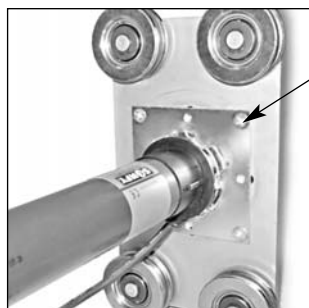
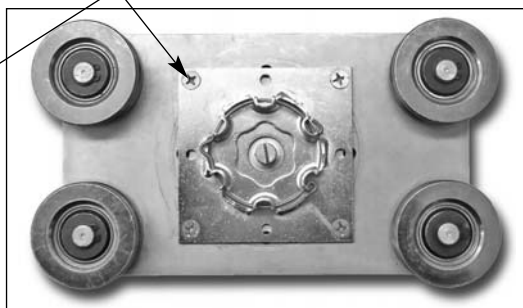

Рис.2.4. Крепление двигателей "Somfy" серий LT 50, LT 60, Altus 50RTS, Altus 60RTS.
Рис.2.5. Установка крепления KMF/60.
- серии LT 50, LT 60, Altus 50RTS и Altus 60RTS (рис.2.4) устанавливаются на крепление KMF/60. Крепление монтируется на каретке при помощи четырех винтов М6х10 с потайной головкой (рис.2.5).